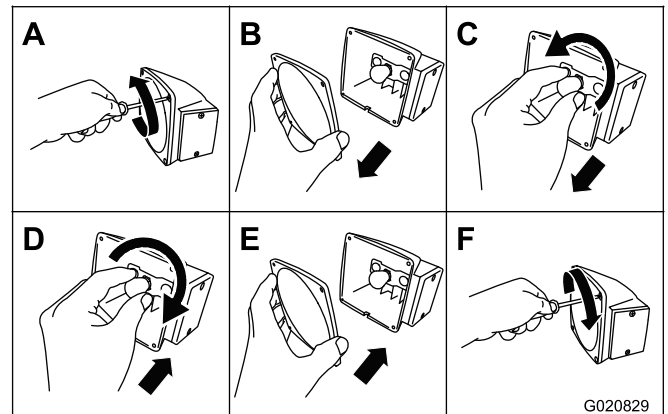

Figure 56
1. À l'aide d'un tournevis, retirez les 4 vis du grand verre carré sur le feu (Figure 56).
2. Déposez le verre (Figure 56).
3. Poussez sur l'ampoule et tournez-la dans le sens antihoraire pour la retirer de la douille (Figure 56).
4. Poussez une ampoule neuve 1157 dans la douille et tournez-la dans le sens horaire pour la bloquer en place (Figure 56).
5. Reposez le verre et les 4 vis (Figure 56).